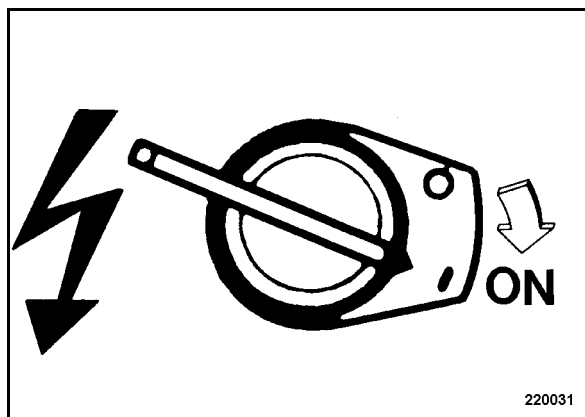

рис. 18
- Переключить выключатель зажигания (рис. 18) в положение "I" (ON).